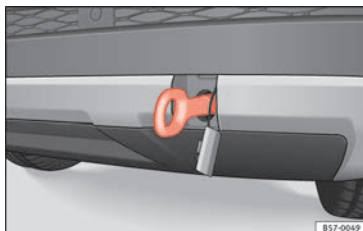

Fig. 100 Sul lato destro del paraurti posteriore: occhiello di traino avvitato.
- Avvitare l'occhiello di traino nell'alloggiamento, ruotandolo fino in fondo **in senso antiorario** » **fig. 100** » **ⓘ**. Utilizzare un oggetto idoneo per avvitare completamente e saldamente l'occhiello di traino nel suo alloggiamento.